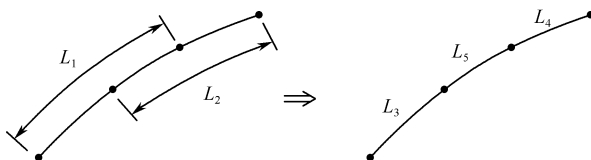

图 2-23 线搭接示意图
(1) 线搭接：生成多个新的线及节点，其示意图如图 2-23 所示。